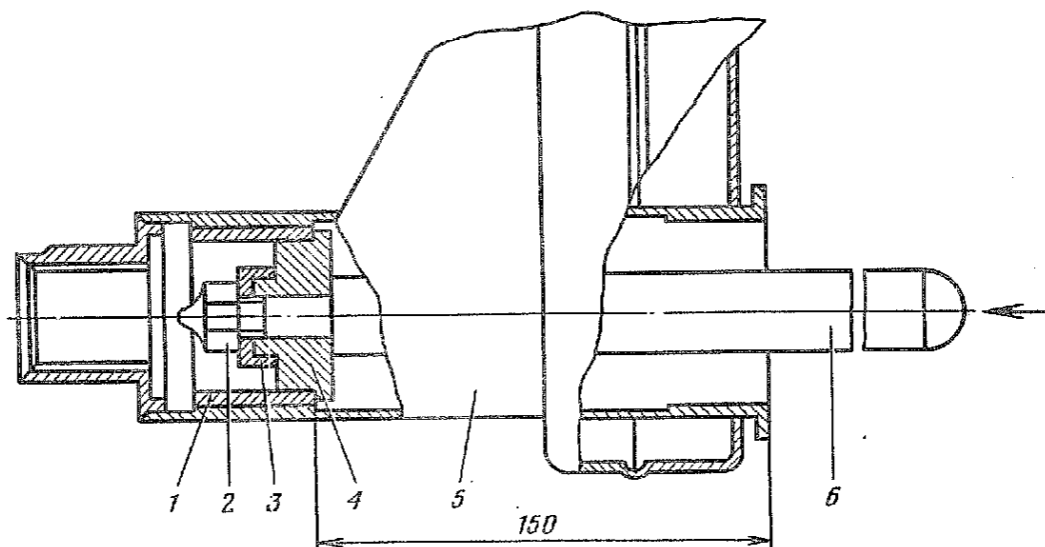

Рис. 68. Запрессовка наружной втулки рычага подвески:
2.1. Запрессовать в рычаг наружную втулку 1 (рис. 68) на глубину 150 мм от плоскости торца рычага подвески (оправка, пресс гидравлический).